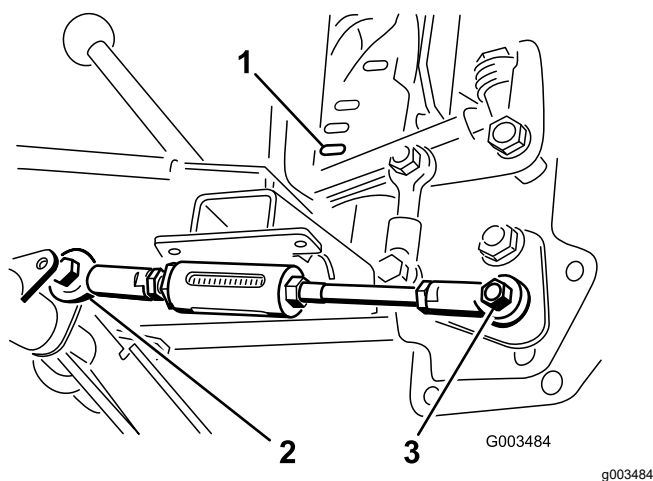

Figura 8
6. Mueva la palanca de elevación hasta que el orificio de la articulación esférica esté alineado con el orificio del lado derecho de la palanca de la varilla ajustable del tubo de pivote, y sujete la varilla a la palanca con un perno ($\frac{1}{2}$ " x $1\frac{1}{2}$ ") y una contratuerca ($\frac{1}{2}$ "), como se muestra en la Figura 8.